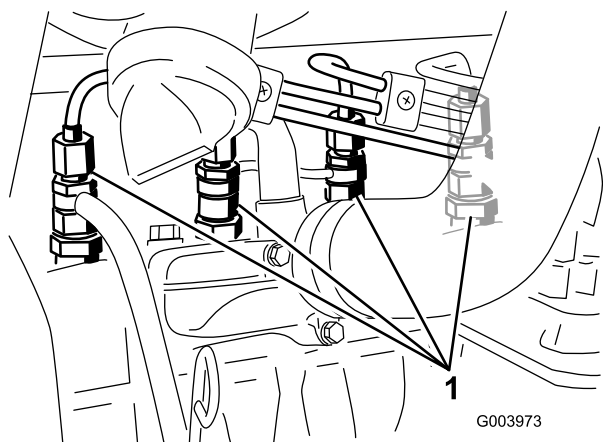

図 67
1. 燃料噴射ポンプの No.1インジェクタノズル（図 67）へのパイプ接続部をゆるめる。